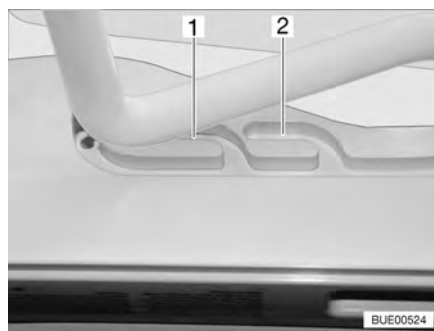
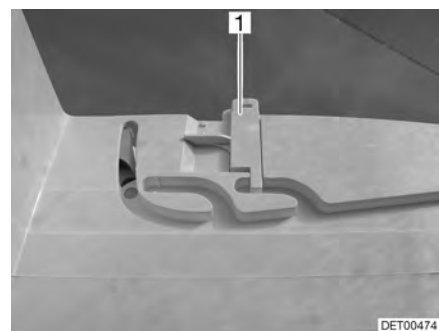

Bild 75 Heki-takluckan i ventilationsläge
Bild 76 Lås ventilationsläge
Heki-takluckan kan ställas i två ventilationslägen: Läget för dåligt väder (Bild 75,1) och mittläget (Bild 75,2). Beroende på modell kan takluckan låsas i mittläget med spärren (Bild 76,1).
- Tryck bygel lätt uppåt och skjut in den i det valda spåret (Bild 75,1 eller 2) och lås eventuellt.